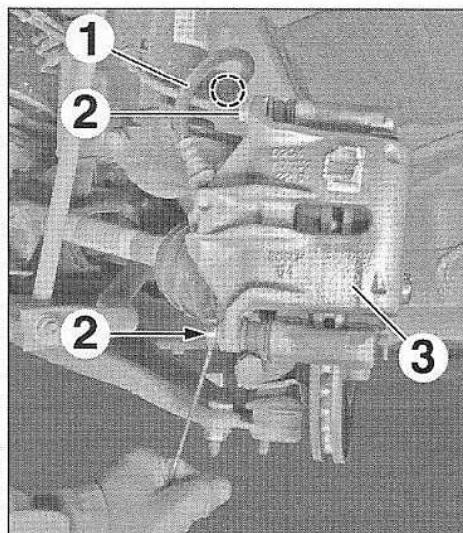

FIG.5
- Libérer le flexible de liquide de frein (1) de l'élément de suspension (Fig.5).
- Déposer les vis (2).
- Déposer l'étrier de frein (3).